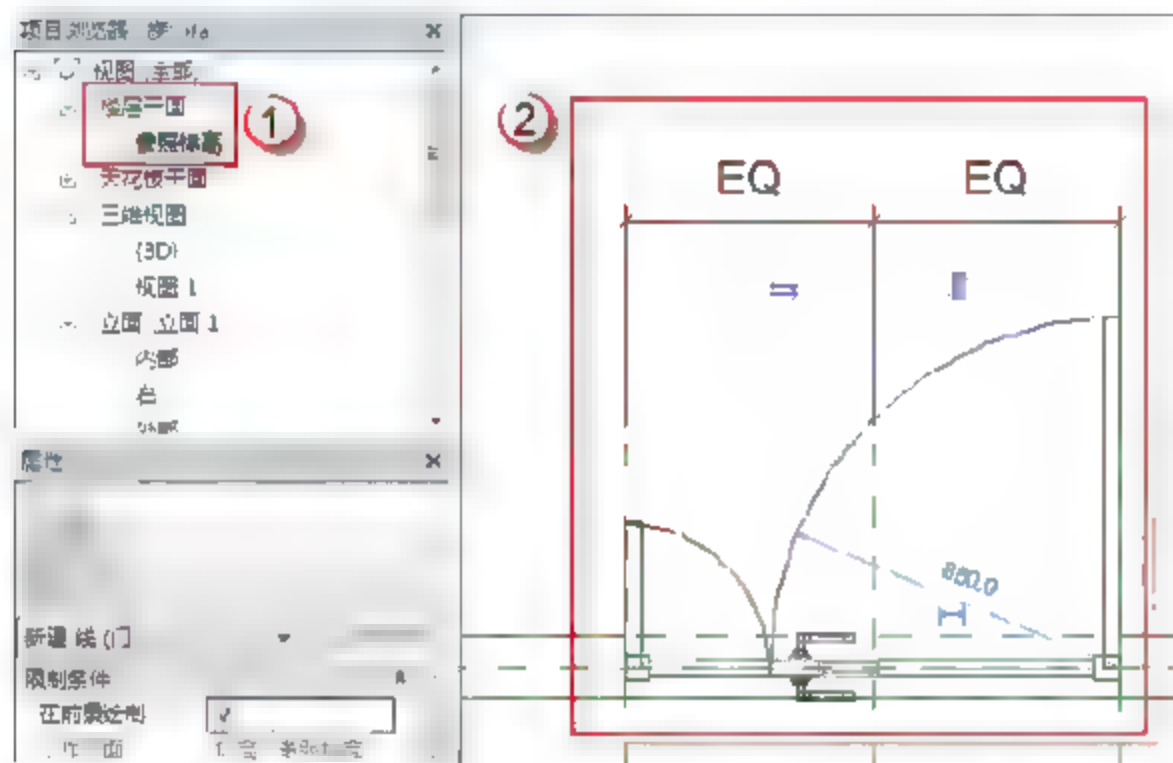

图 6.1.114 绘制子母门 M1221 的平面轮廓线
(32) 绘制子母门 M1221 的平面轮廓线。选择“项目浏览器”中的“楼层平面”→“参照标高”选项,进入门的参照标高视图。选择“注释”→“符号线”命令,绘制如图 6.1.114 所示门的投影线,按快捷键 D+I,为矩形“门板轮廓线”长边做标注,并将此标注锁定。